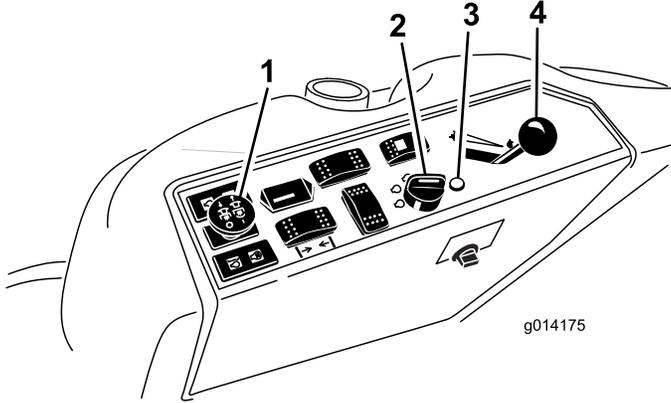

图15
4. 将动力输出PTO开关移至关闭位置图15。
5. 将油门杆移至快速与慢速的中间位置图15。